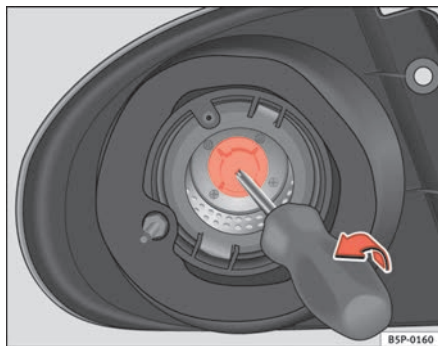

Fig. 187 Luz intermitente
- Saque el portalámparas del intermitente con ayuda de un destornillador en el sentido de la flecha (ver ⇒ fig. 187).